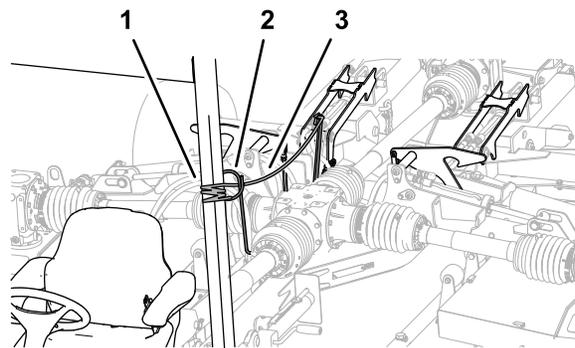

図 35
5. デッキロックロープを引いて保持する **図 35**。